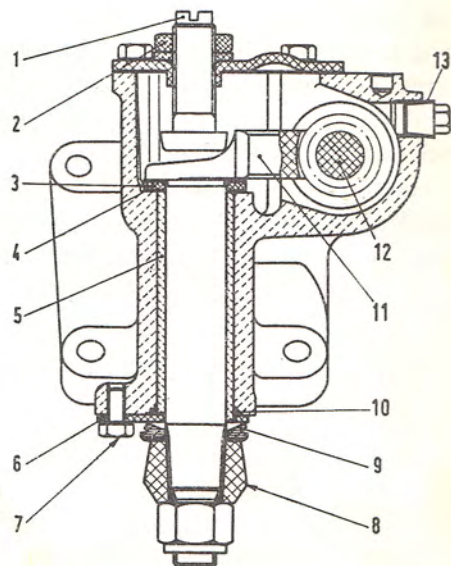

Fig. 50. Snit af styrehus.
med snekkens centrum. Justering af denne højde kan foretages ved hjælp af justerskiver (shims) – (4) i fig. 50. Disse shims leveres i tykkelsen 0,10 mm.
Sektorakslens aksialspillerum, og dermed også indenfor et vist interval tandspillerummet, justeres med justerskruen (1) fig. 50. Der indstilles således, at alt slør fjernes, uden at der bliver tale om stramhed i bevægelsen.